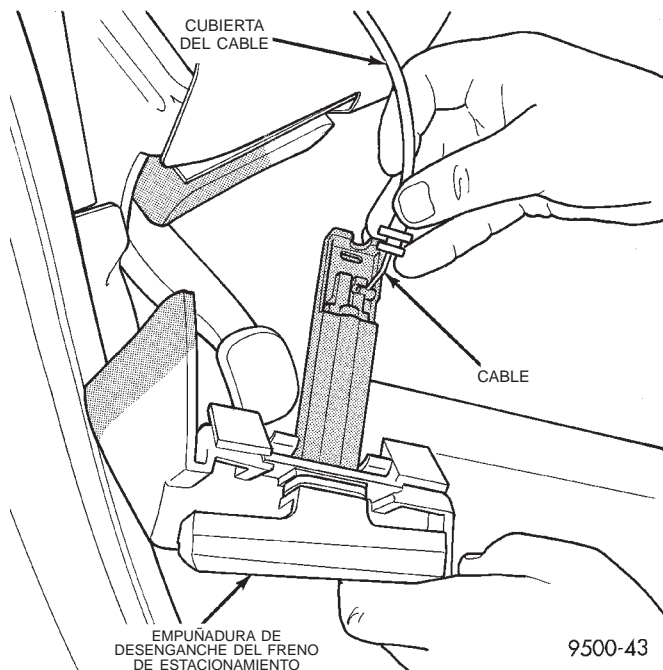

Fig. 48 Empuñadura de desenganche del freno de estacionamiento
(3) Desacople el tornillo que sujeta el lado derecho de la tapa de la columna de dirección inferior al tablero de instrumentos.
(4) Desacople la cubierta del cable de desenganche del freno de estacionamiento de la acanaladura en el extremo de la empuñadura de desenganche (Fig. 48).
(5) Desacople el pivote del extremo del cable de la muesca en la empuñadura de desenganche (Fig. 48).